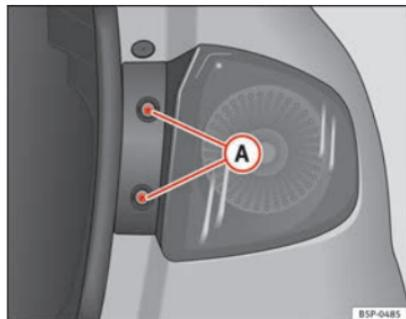

Fig. 196 Luz de población/freno
- Extraiga los tornillos ⇒ fig. 196 (A).